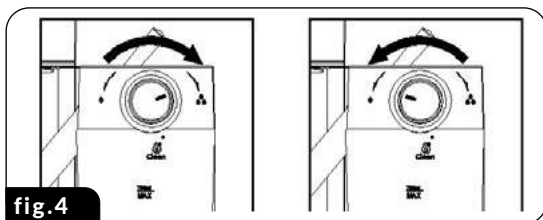

fig. 4
ATTENTION! Avant de préparer le café CAPPUCCINO, réglez la quantité de lait moussé selon vos préférences en tournant le bouton de dosage (23) vers la gauche pour plus de mousse ou vers la droite pour réduire la quantité de mousse (Fig. 4). Vous pouvez également ajuster l'intensité de la mousse pendant le processus de moussage.
1. Monter le filtre sélectionné (13) dans la fiole (10), le remplir de café et monter le ballon dans la machine.
2. Assurez-vous qu'il y a suffisamment d'eau dans le réservoir d'eau (15) et la bonne quantité de lait dans le réservoir de lait (19).
ATTENTION! Avant de préparer le LATTE, ajustez la quantité de lait moussé selon vos préférences en tournant le bouton de dosage (23) vers la droite pour plus de mousse ou vers la gauche pour réduire la quantité de mousse (Fig. 4). Vous pouvez également ajuster l'intensité de la mousse pendant le processus de moussage.